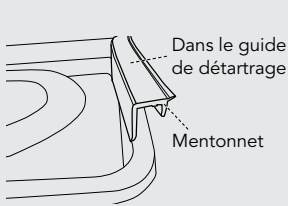
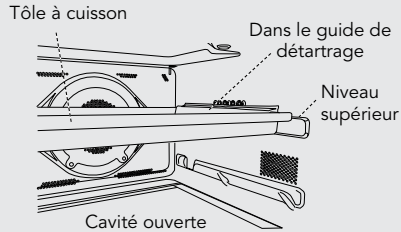

Figure 1
Figure 2
3. Placez la tôle à cuisson au niveau supérieur. Placez le guide de détartrage sur le bord droit de la tôle à cuisson, tel qu'illustré à la Figure 1. Poussez vers le bas le bord droit du guide de détartrage pour insérer le mentonnet entre le mur et la tôle à cuisson, tel qu'illustré à la Figure 2. Vérifiez si le bord du guide de détartrage est en dessous de toutes les sorties de vapeur / tête de vis, tel qu'illustré à la Figure 3.